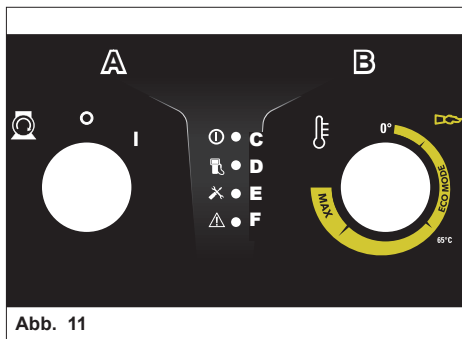

Abb. 11
N.B. Um die Anzeigen der rückzusetzen, muss der Hauptschalter „A“ auf „0“, und dann auf „I“ gedreht werden (Abb. 11).
Bei Betrieb mit kochendem Wasser „Phase Dampfphase“ von den Abgasöffnungen fernhalten (Verbrühungsgefahr). Nach Beendigung des Betriebs „Phase Dampf“, den Thermostatknopf „B“ auf die Position „0“ drehen (Abb. 11), das Gerät ca. 3 Minuten bei geöffneter Pistole abkühlen lassen. 3 Minuten bei geöffneter Pistole